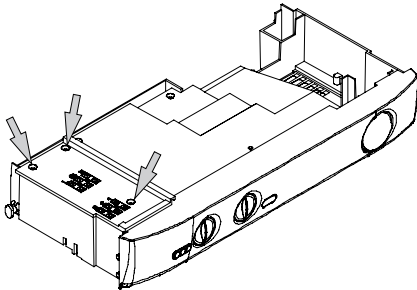

Figura 5.19
- Svitare le viti e rimuovere il coperchio copri morsetteria Figura 5.19.